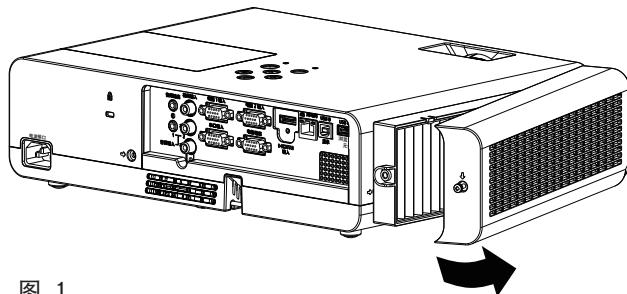

图 1
- 用十字头螺丝刀逆时针转动空气过滤器盖板固定螺钉(1 颗),直到螺钉完全松动,然后按图 1 中箭头所示方向缓慢拉开空气过滤器盖板,取下盖板。